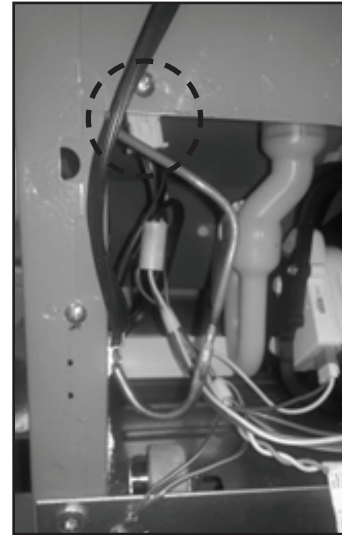

FIGURA 3
5. Desconecte el mazo del conector de montaje del panel y descártelo. *Vea la Figura 3.*